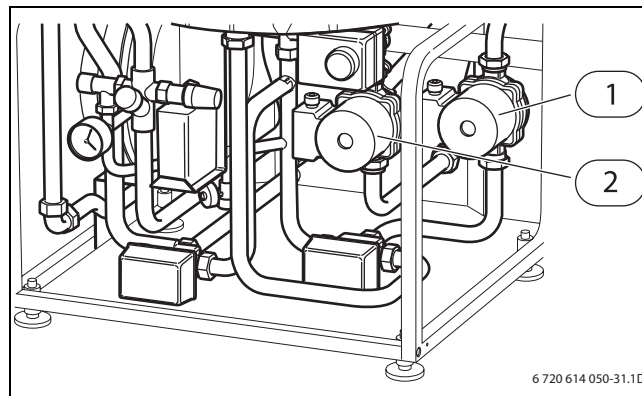

Bild 98 Elpannans kopplingsutrymme
- ▶ Kontrollera att värmebärarpumpen inte har stannat (→ Bild 98).
- ▶ Kontrollera att värmebärarpumpen inte har stannat (→ Bild 98, [1], Sida 64).